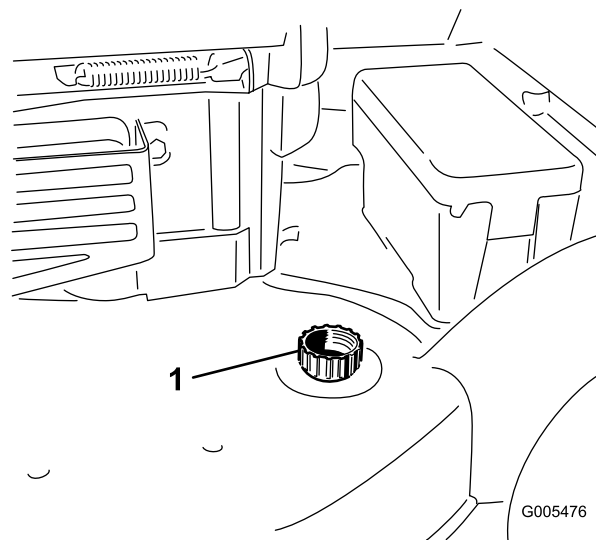

Figura 44
3. Collegate una canna da giardino al rubinetto dell'acqua ed al foro di lavaggio sulla scocca del tosaerba (Figura 44).